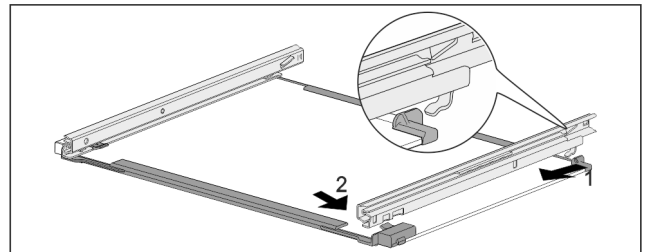

Fig. 134 Staklena ploča s vodilicama
- ▶ Zakvačite vodilicu sa stražnje strane. Fig. 134 (1)
- ▶ Uglavite vodilicu s prednje strane. Fig. 134 (2)